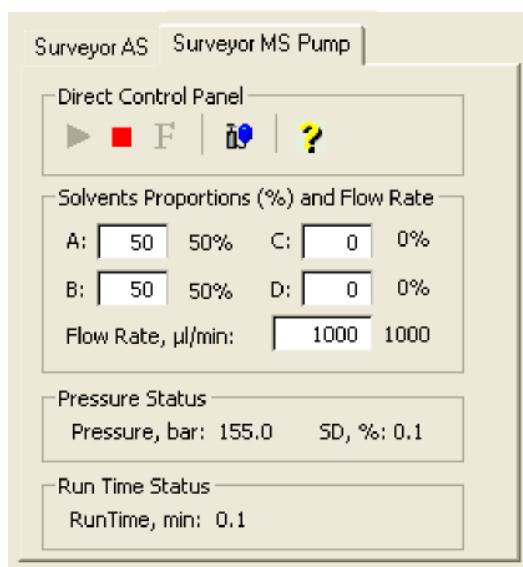

图7-7. 入口直接控制视图，图中显示的是高流速设置
- a. 在Control / Scan Mode（控制扫描模式）工具栏中点击AS/LC Direct Control（AS/LC直接控制）按钮在工作区域右上角显示Inlet Direct Control（入口直接控制）视图，见图7-7。